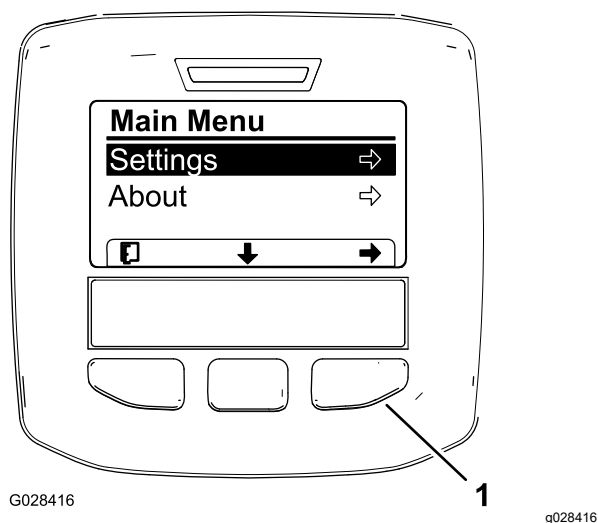
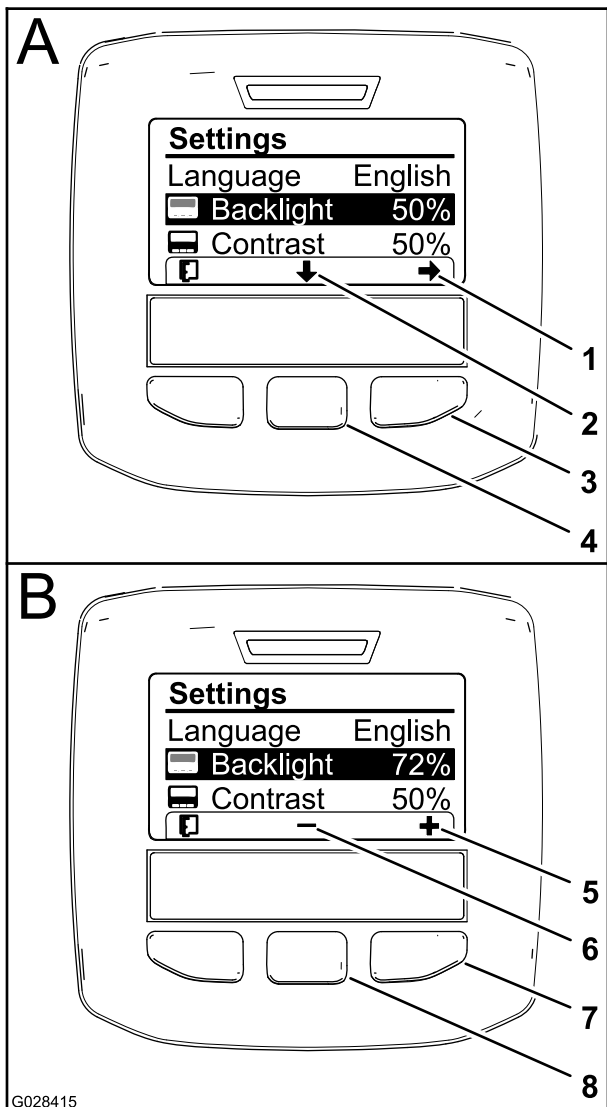

Bild 61
Bild 63
3. Drücken Sie die mittlere Auswahltaste, um auf das Hauptmenü zuzugreifen (Bild 61).
5. Drücken Sie die linke Auswahl taste, um die Auswahl(en) zu speichern, beenden Sie das Menü „Einstellungen“ und gehen auf das Hauptmenü zurück (Bild 61).
Symbol auf dem Display), um die ausgewählte Option nach unten zur Einstellung für die Rückbeleuchtung zu verschieben (Bild 63).
3. Drücken Sie die rechte Auswahltaste, um den Werteinstellungskontext anzuzeigen (Bild 63).
4. Ändern Sie die Helligkeit des Displays mit der mittleren und rechten Auswahltaste (Bild 63).
5. Drücken Sie die linke Auswahltaste (die Taste unter dem Listensymbol auf dem Display), um die Einstellung zu speichern, beenden das Menü „Rückbeleuchtung“ und gehen auf das Menü „Einstellungen“ (Bild 63) zurück.
6. Drücken Sie zum Einstellen des Kontrasts auf dem Display die mittlere Auswahltaste (die Taste unter dem nach unten zeigenden Symbol auf dem Display), um die ausgewählte Option nach unten zur Einstellung für den Kontrast zu verschieben (Bild 63).
7. Drücken Sie die rechte Auswahltaste, um den Werteinstellungskontext anzuzeigen (Bild 63).
8. Drücken Sie die linke Auswahltaste (die Taste unter dem Listensymbol auf dem Display), um die Einstellung zu speichern, beenden das Menü „Kontrast“ und gehen auf das Menü „Einstellungen“ (Bild 63) zurück.
9. Drücken Sie die linke Auswahltaste, um das Menü „Einstellungen“ zu beenden und das Hauptmenü anzuzeigen (Bild 61 und Bild 63).
10. Drücken Sie die linke Auswahltaste, um den Homebildschirm anzuzeigen (Bild 63).